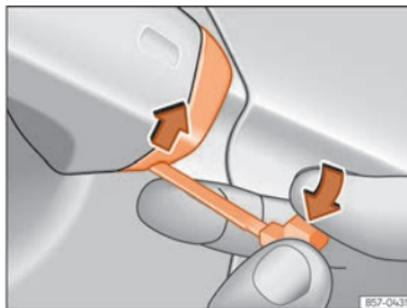

Abb. 83 Fahrergriff: Abdeckkappe abhebeln.
- Den Notschlüssel am Fahrergriff in die untere Öffnung der Abdeckkappe stecken »» **Abb. 83** und die Abdeckkappe von unten nach oben anheben.